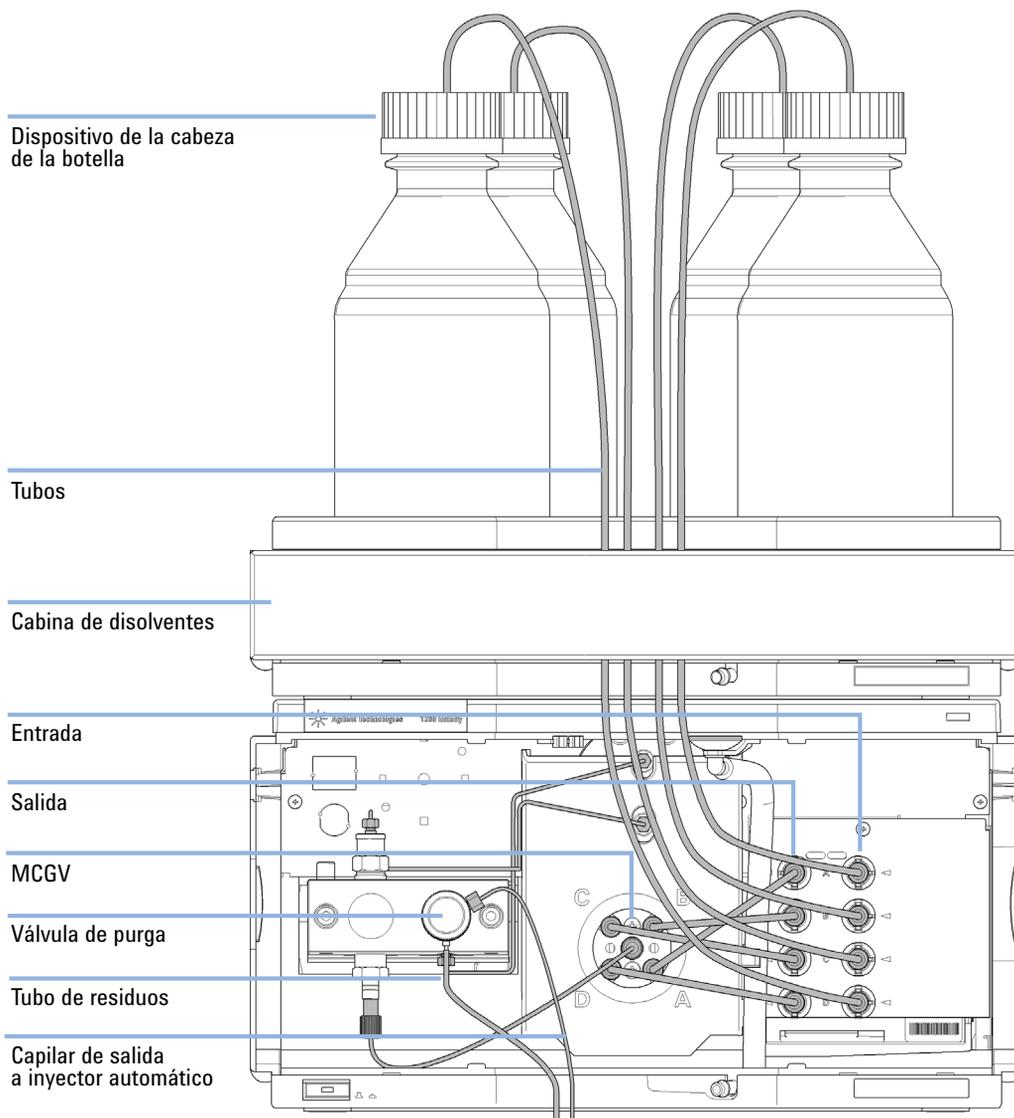

Figura 10 Conexiones de flujo de la bomba cuaternaria
- 4 Conecte los tubos de entrada de los dispositivos de la cabeza de la botella en los conectores de entrada de A a D que se encuentran en el lado derecho del desgasificador de vacío; consulte Figura 10 en la página 49. Sujete los tubos en los clips de la bomba.